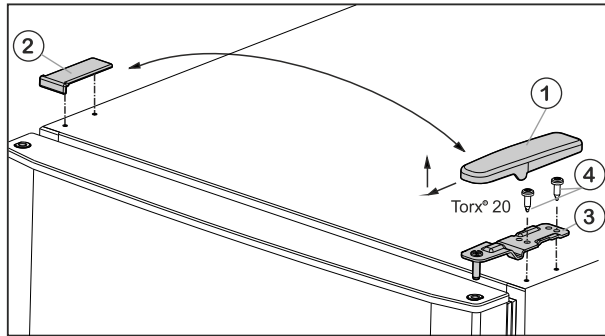

Fig. 6
- Abdeckung Fig. 6 (1) nach vorne und oben abziehen.
- Abdeckung Fig. 6 (2) abheben.
- Oberen Lagerbock Fig. 6 (3) abschrauben (2 mal Torx® 20) Fig. 6 (4) und nach oben abziehen.
- Oberen Lagerbock Fig. 6 (3) auf der neuen Scharnierseite in die Tür einsetzen.
- Oberen Lagerbock **fest (mit 4 Nm)** anschrauben (2 mal Torx® 20) Fig. 6 (4). Eventuell einen Akkuschräuber verwenden.
- Abdeckung Fig. 6 (1) auf der Gegenseite von außen aufsetzen und einrasten.
- Abdeckung Fig. 6 (2) jeweils auf der Gegenseite von oben aufsetzen und einrasten.